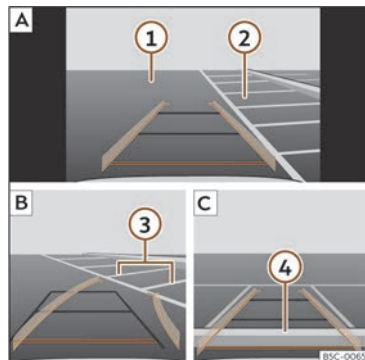

Fig. 165 Visualización en la pantalla del sistema de infotainment: aparcamiento con el asistente de marcha atrás.
Leyenda de la >>> **fig. 165:**
- Sitúe el vehículo delante del hueco de aparcamiento >>> **fig. 165** ② .
- Retroceda girando el volante de manera que las líneas amarillas se introduzcan en el hueco de aparcamiento. Las líneas verdes y amarillas tienen que coincidir con las líneas de delimitación laterales ③ .
- Detenga el vehículo cuando la línea roja haya alcanzado la delimitación trasera ④ .